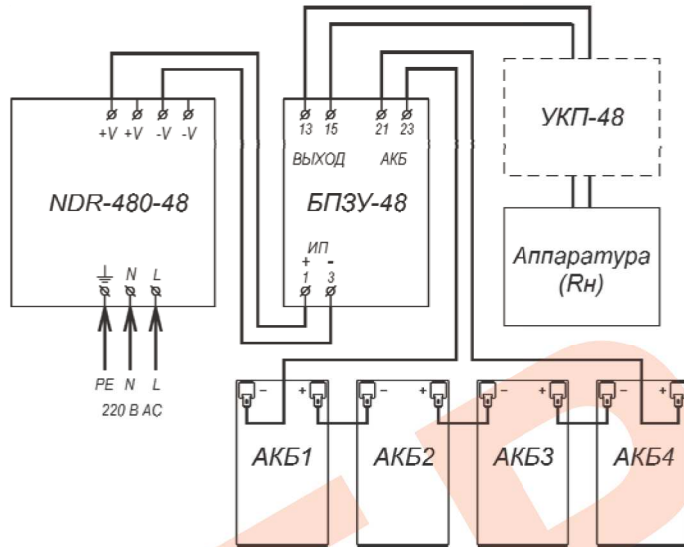
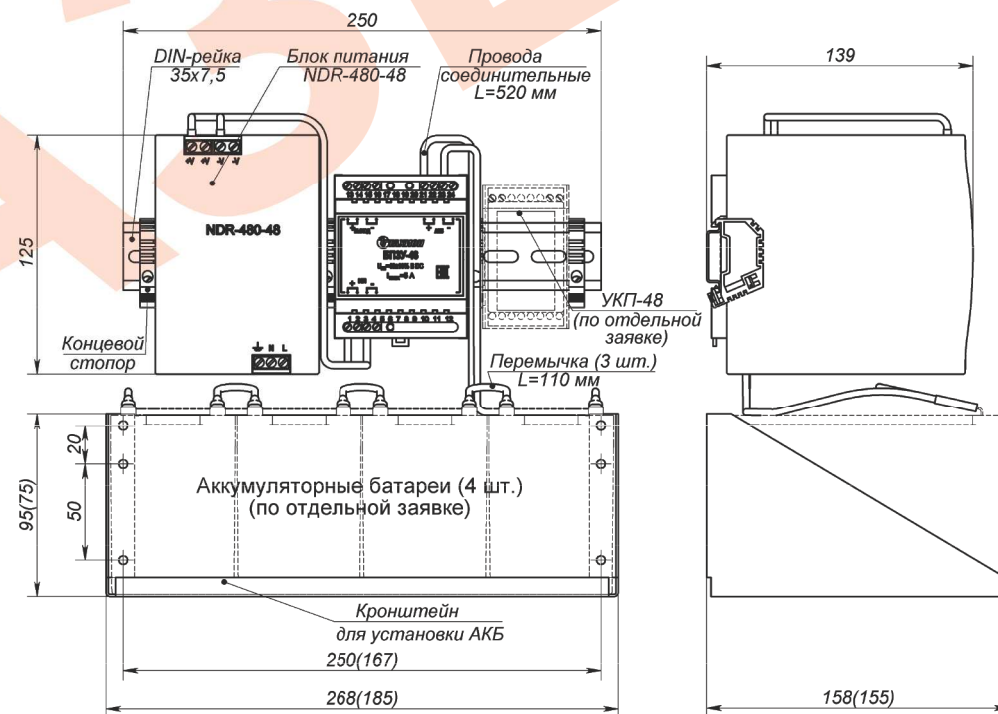

Рис.2 Схема электрическая принципиальная
Рис.1 Устройство, габаритные и установочные размеры
Подключение цепей изделий производится в соответствии со схемой электрической принципиальной (рис.2). Для подключения необходимо:
2. Установить аккумуляторные батареи на кронштейн (см. рис.1) и подключить их проводами соединительными к контактам 21 (+) и 23 (-) БПЗУ-48, соблюдая полярность. Соединить аккумуляторы перемычками.
4. Подать трехпроводным кабелем напряжение питания 220В AC на соответствующие контакты блока питания, при этом фазный провод (L) соединить с контактом L, нулевой провод (N) с контактом N, а провод заземления соединить с контактом PE.
12. Габаритные размеры.....	см. рис.1
Устройство изделия приведено на рис.1, схема подключения на рис.2.